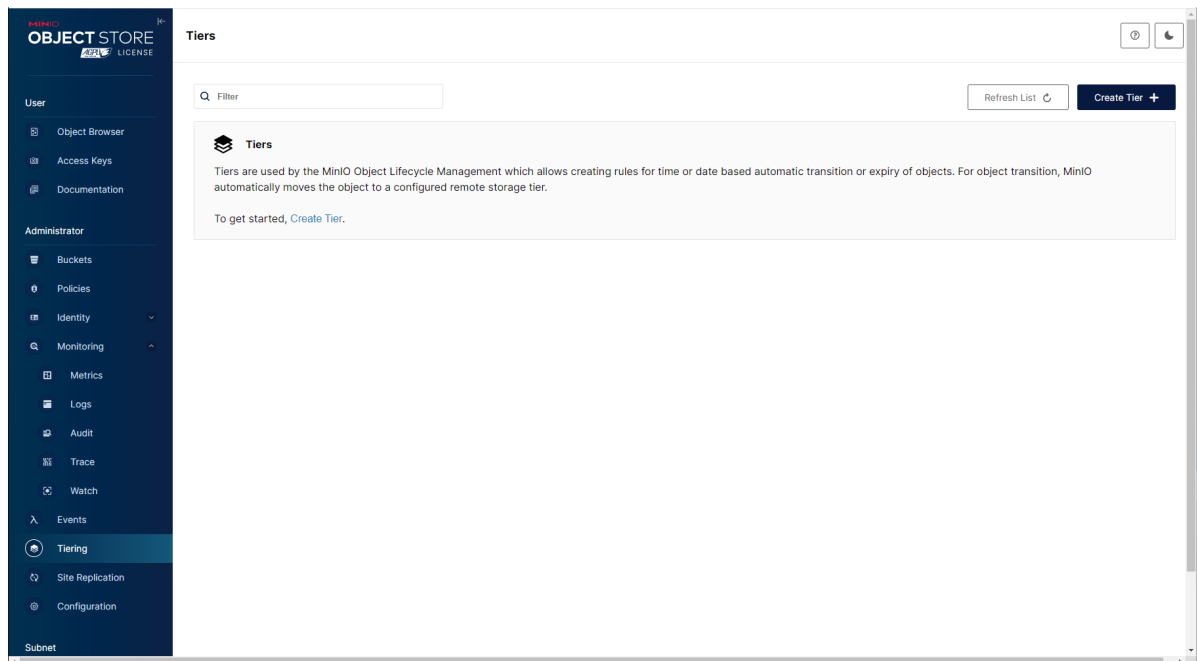

Рис. 86. Окно «Tiers»
- 8) Вкладка «Tiers» отображает уровни отображаемые в системе управления жизненным циклом объектов MinIO, которая позволяет создавать правила для автоматического перехода или истечения срока действия объектов в зависимости от времени или даты. При переходе объекта MinIO автоматически перемещает его на заданный уровень удалённого хранилища. Окно «Tiers» показано на рис. 86 Окно «Tiers».